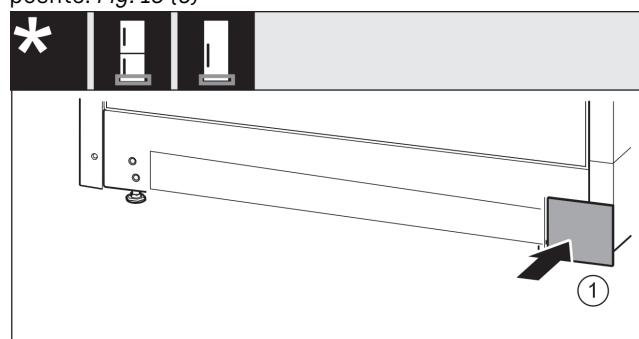

Fig. 17
- Vendosni sërisht në vend kapakun mbulues në anën tjetër. Fig. 17 (1)